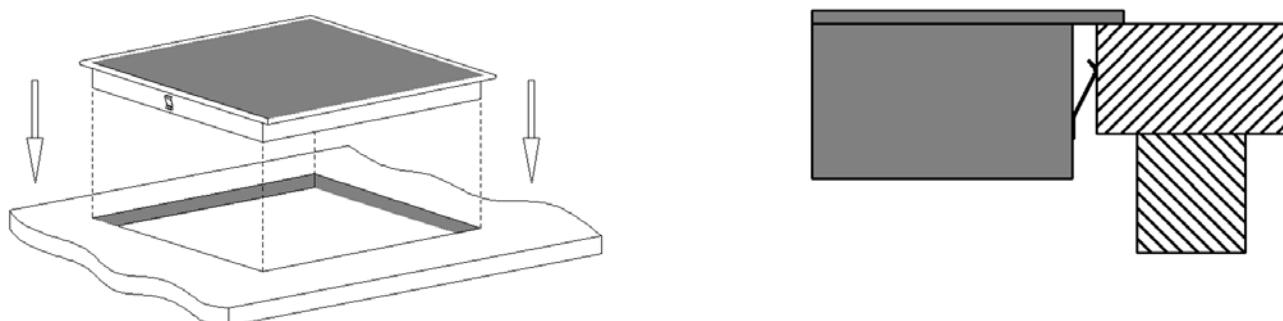

Рисунок 9 – Схема установки
5. Установите варочную панель в отверстие столешницы. см. рис. 9.